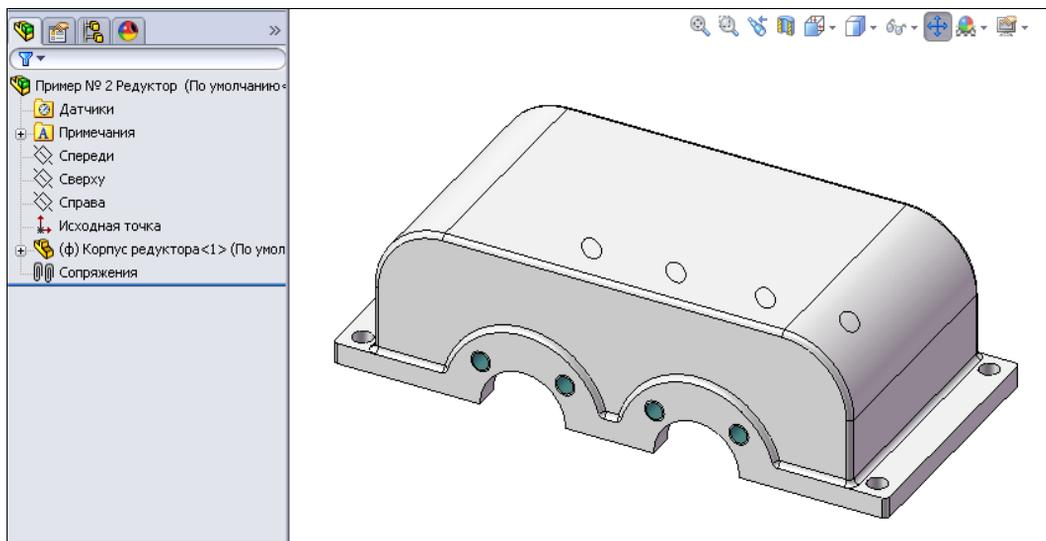

Рис. 6.25
2. Поместим корпус редуктора в трехмерное сборочное пространство (рис. 6.25).